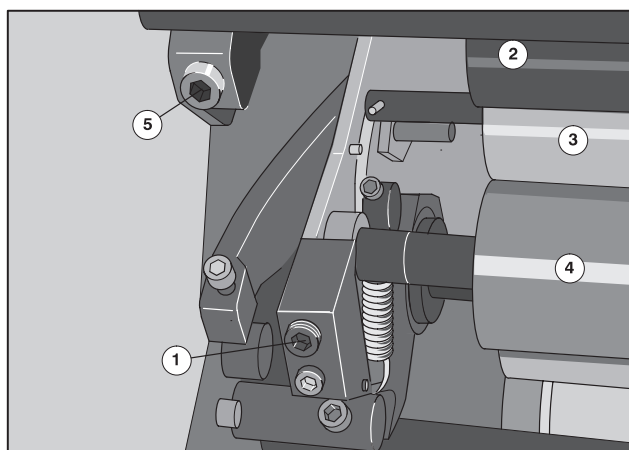

Abb. 32 2. bis 4. bertragwalze justieren
- ① Проверьте полосы краски на передаточных валиках. - Контроль полос производится только **при подведенном красочном аппарате**.
Регулировочный винт (Рис. 32/①): регулировка 4-го передаточного валика (Рис. 32/④) по отношению к растирочному валику и к 3-му передаточному валику (Рис. 32/③).
Регулировочный винт (Рис. 32/⑤): регулировка 2-го передаточного валика (Рис. 32/②) по отношению к растирочному валику и к 3-му передаточному валику (Рис. 32/③).